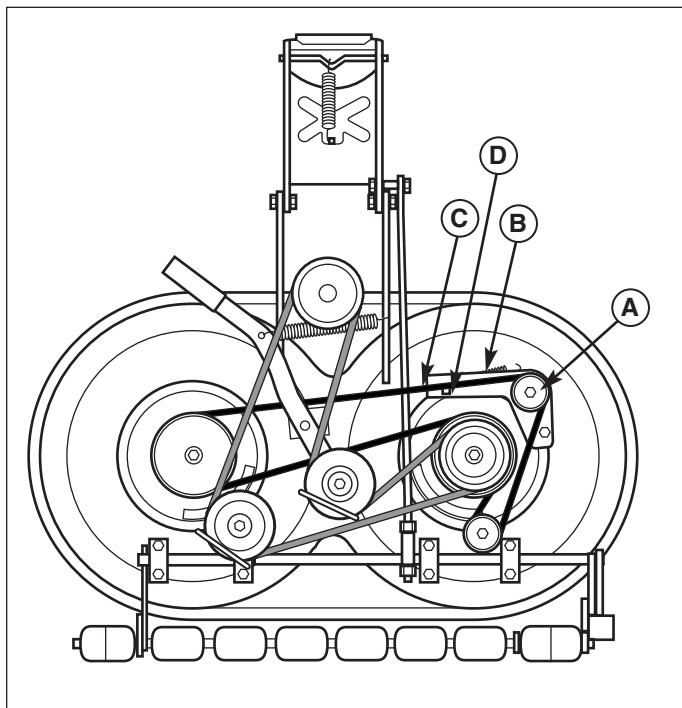
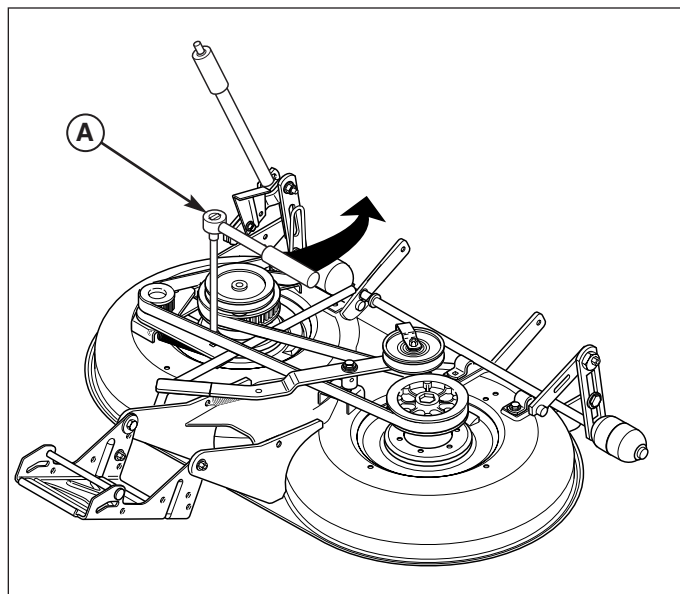
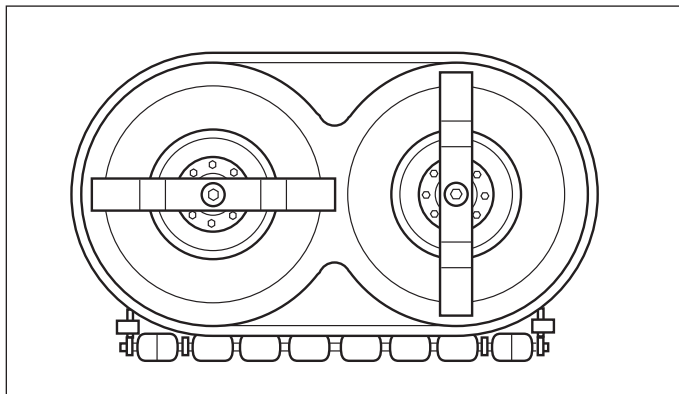
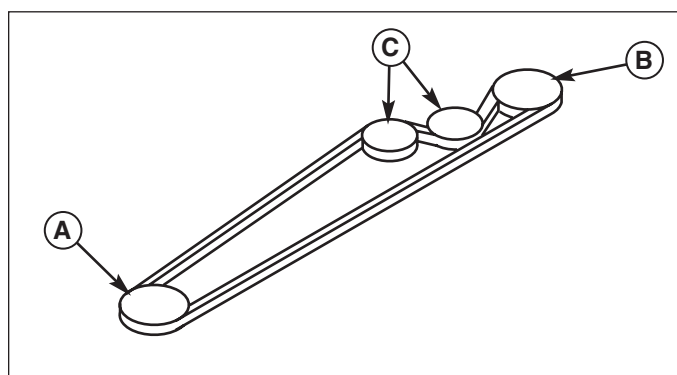

Figure 34. Tondeuse pour broyage (caches de courroie déposés)
Figure 35. Relâcher la tension de la courroie dentée
Figure 36. Synchronisation des lames de tondeuse
Figure 38. Cheminement de la courroie d'entraînement - Tous les modèles
3. Desserrer la vis à tête du tendeur (A, figure 34).
4. A l'aide d'un clé à cliquet (A, figure 35), insérer l'extrémité de la rallonge dans le trou carré (D, figure 38) et déplacer le tendeur (B, figure 34) pour relâcher la tension de la courroie (C).
5. Retirer la courroie (C).
6. Installer une nouvelle courroie (C) sur les poulies comme l'indique le schéma. Relâcher le tendeur (A) pour permettre au ressort de tendre automatiquement la courroie dentée.
7. Serrer la vis à tête du tendeur (A). Remettre les caches de courroie en place.
8. Vérifier que les lames sont positionnées perpendiculaires l'une à l'autre (voir figure 36). Si ce n'est pas le cas, effectuer la procédure de synchronisation des lames de tondeuse figurant dans la section « Entretien périodique ».
7. Installer la nouvelle poulie comme illustré aux figures 38.